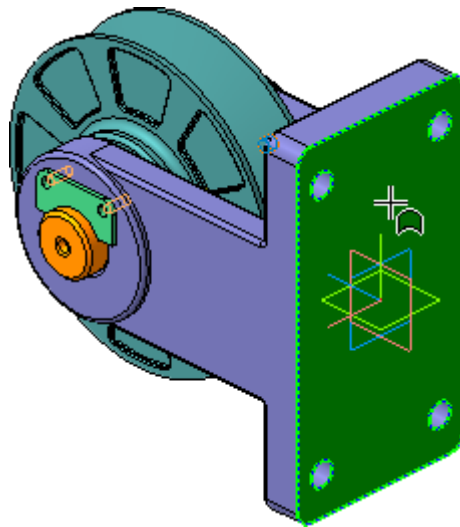

Рисунок 2.
- Разверните сборку и укажите обратную грань детали Вилка (рис.2).